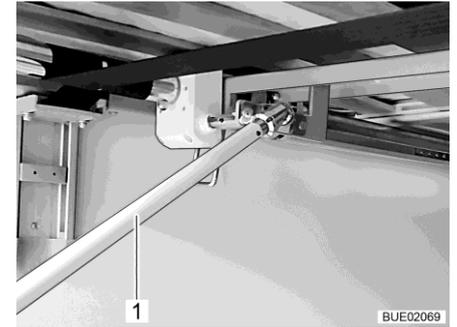

Fig. 133 Manovella nel garage di coda
- Per sollevare il letto: ruotare la manovella (Fig. 133,1) in senso orario. Per abbassare il letto: ruotare la manovella (Fig. 133,1) in senso antiorario.